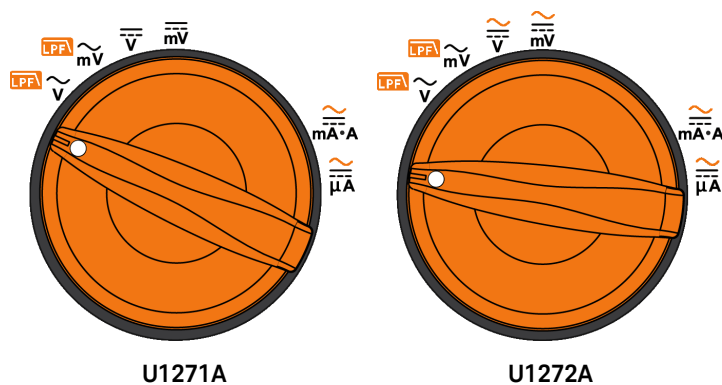

Figura 2-36 Funzioni che permettono la misurazione della frequenza
Il multimetro permette di controllare simultaneamente e in tempo reale la corrente o tensione con frequenza, duty cycle o larghezza d'impulso con misurazioni. **Figura 2-36** evidenzia le funzioni principali consentendo le misurazioni di frequenza nel multimetro.
- 1 Per misurare la frequenza, ruotare il selettore in una delle funzioni principali per le misurazioni di frequenza evidenziate in Figura 2-36.
- 1 Per misurare l'ampiezza d'impulso, posizionare il selettore in una delle funzioni che consentono le misurazioni di frequenza mostrate in Figura 2-36.
- 1 Per misurare il duty cycle, posizionare il selettore in una delle funzioni che consentono le misurazioni di frequenze mostrate in Figura 2-36.